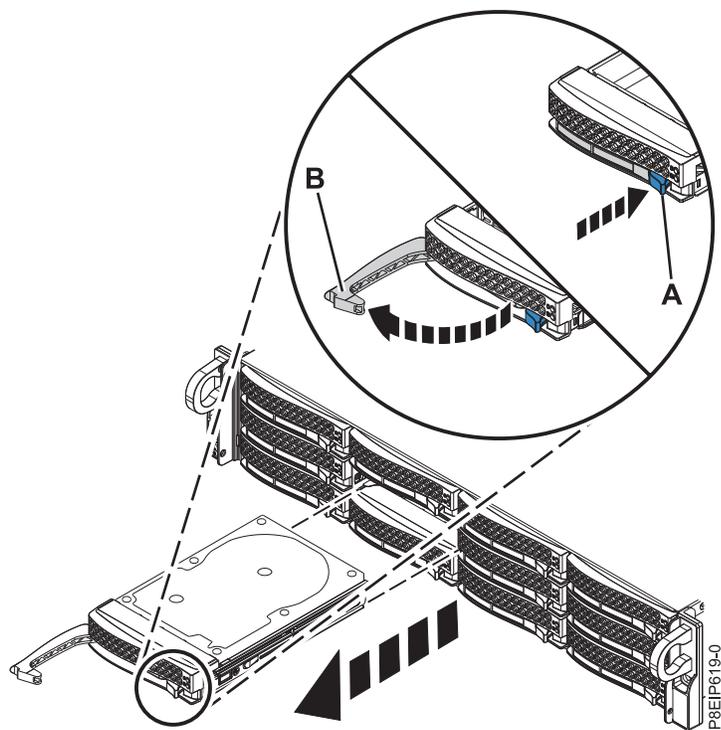

図 15. ドライブの取り外し
2. ハンドル・リリース **(A)** を押し込んで、ドライブ・ベイ・ハンドル **(B)** をアンロックします (20 ページの図 15 を参照)。ハンドル **(B)** が音を立てて手前に開きます。ハンドルが完全に開いていないと、ドライブをシステムから取り出すことができません。ドライブが、前のステップで書き留めたシリアル番号と一致していない場合は、取り外した元のベイにドライブを再取り付けし、別のドライブ・ベイを確認してください。